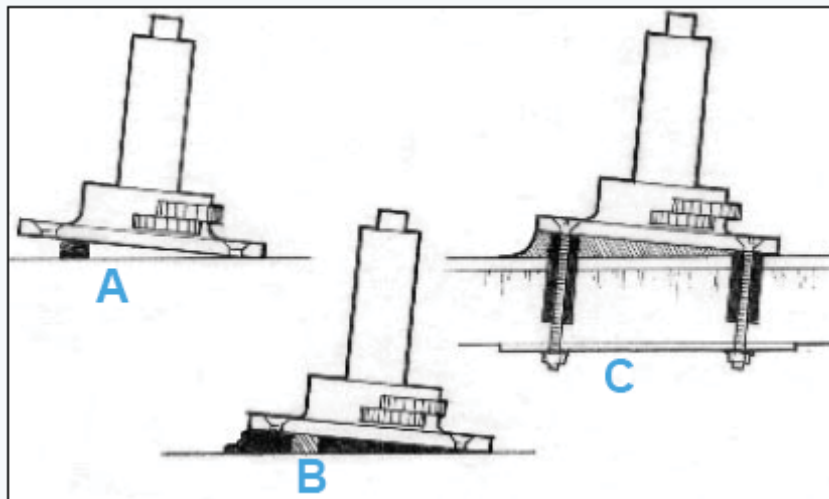

Рис. 19. Зафиксируйте основание в необходимом положении с помощью блоков – используйте достаточно загущенную смолу, чтобы заполнять отверстия.
2. Приклейте к поверхности небольшие блоки, чтобы удерживать основание на необходимой высоте и в нужном положении (*например, основание для лебедки, Рисунок 19"А"*).
4. Установите деталь в необходимое положение, укрепив ее на блоках (*Рисунок 19"В"*) и установите крепежные детали.
5. Выровняйте излишки смолы так, чтобы сформировать округленный шов у основания (*Рисунок 19"С"*). Перед тем, как подвергать деталь нагрузке, дайте эпоксидной смоле полностью застыть. Обеспечьте защиту эпоксидного материала от ультрафиолетового излучения UV (*см. «нанесение отделочного материала»*).